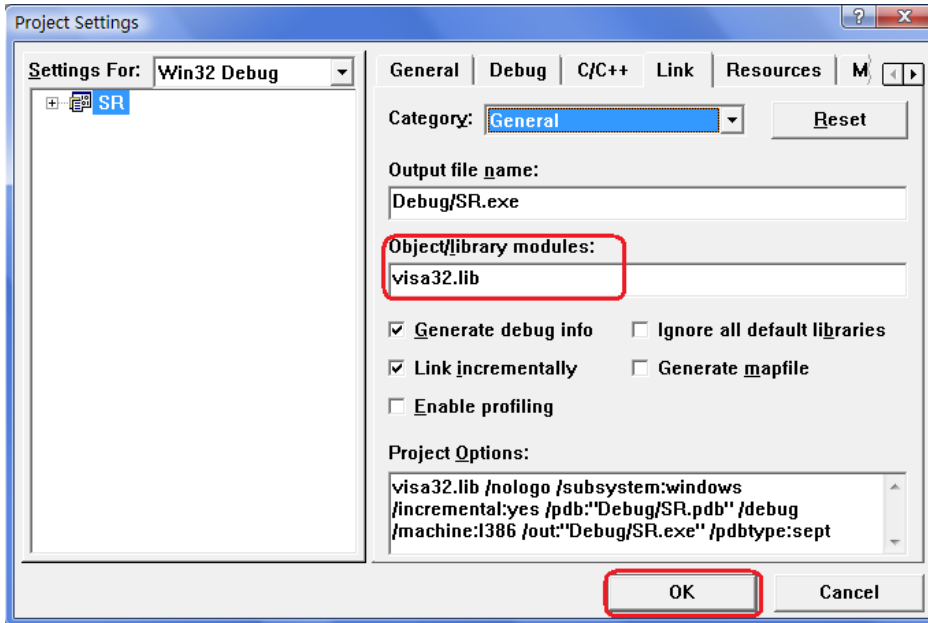

图 4-1-2
3. 打开Project->Settings中的[Link]选项卡，在Object/library modules框中手动添加visa32.lib。点OK关闭对话框。如图4-1-2所示。